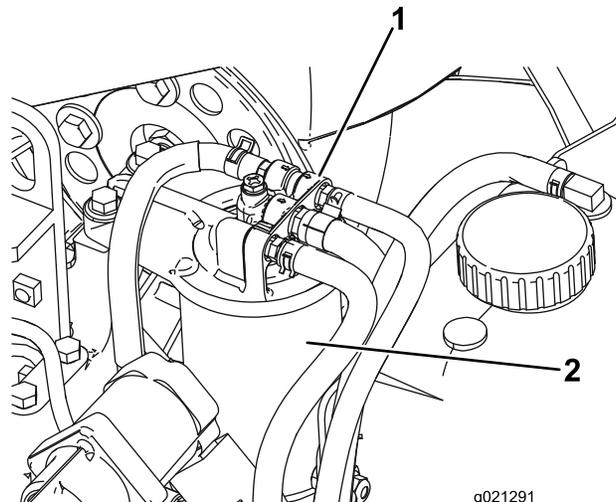

Figura 63
1. Limpe a zona em torno da cabeça do filtro de combustível (Figura 63).
2. Retire o filtro e limpe a superfície de montagem da cabeça do filtro (Figura 63).